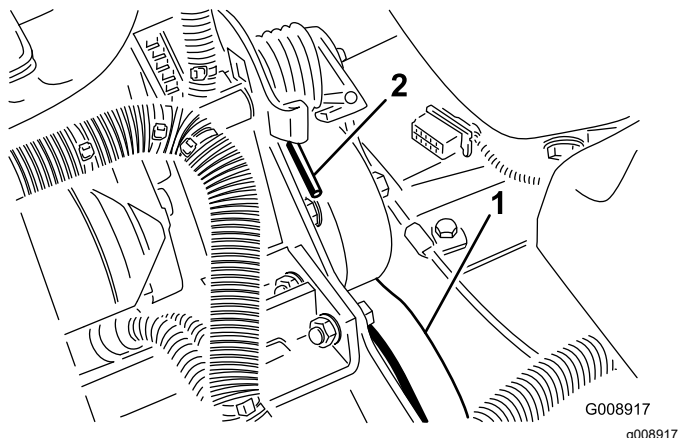

Figura 56
2. Premete l'estremità della molla e spingetela in avanti (Figura 56) per sbloccarla dalla staffa e rilasciare la tensione della molla.